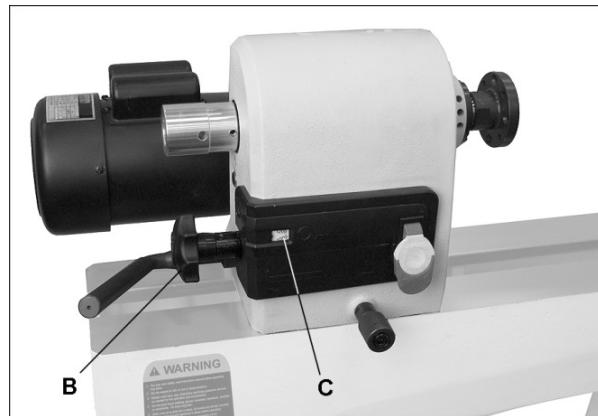

Fig 26
Mit dem Drehgriff(B, Fig 26) kann die Spindeldrehzahl verstellt werden. Das Sichtfenster (C) zeigt die eingestellte Drehzahl in U/min.